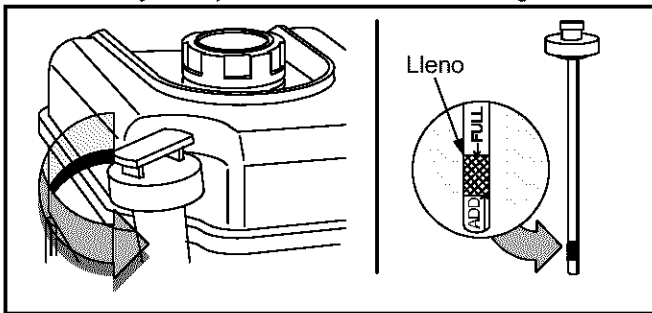

Figura 8
- Ajuste la varilla de medición del nivel de aceite antes de sacarla y verifique el nivel del mismo. Ver Figura 8.